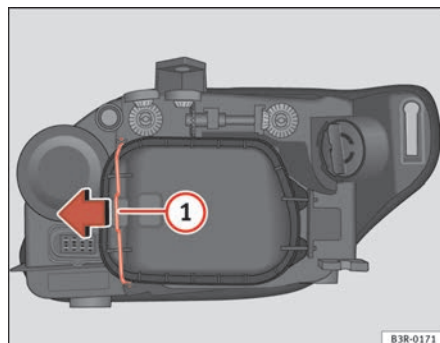

Fig. 193 Luz de cruce
Aunque no es necesario, extraer previamente la tapa rígida ⇒ página 267, fig. 193, facilita el cambio de la lámpara de dirección. ■
- Desplace el tirante ⇒ fig. 193 ① en el sentido de la flecha y saque la tapa rígida separando primero el lado del tirante y sacando después las dos pestañas del extremo contrario de la tapa.